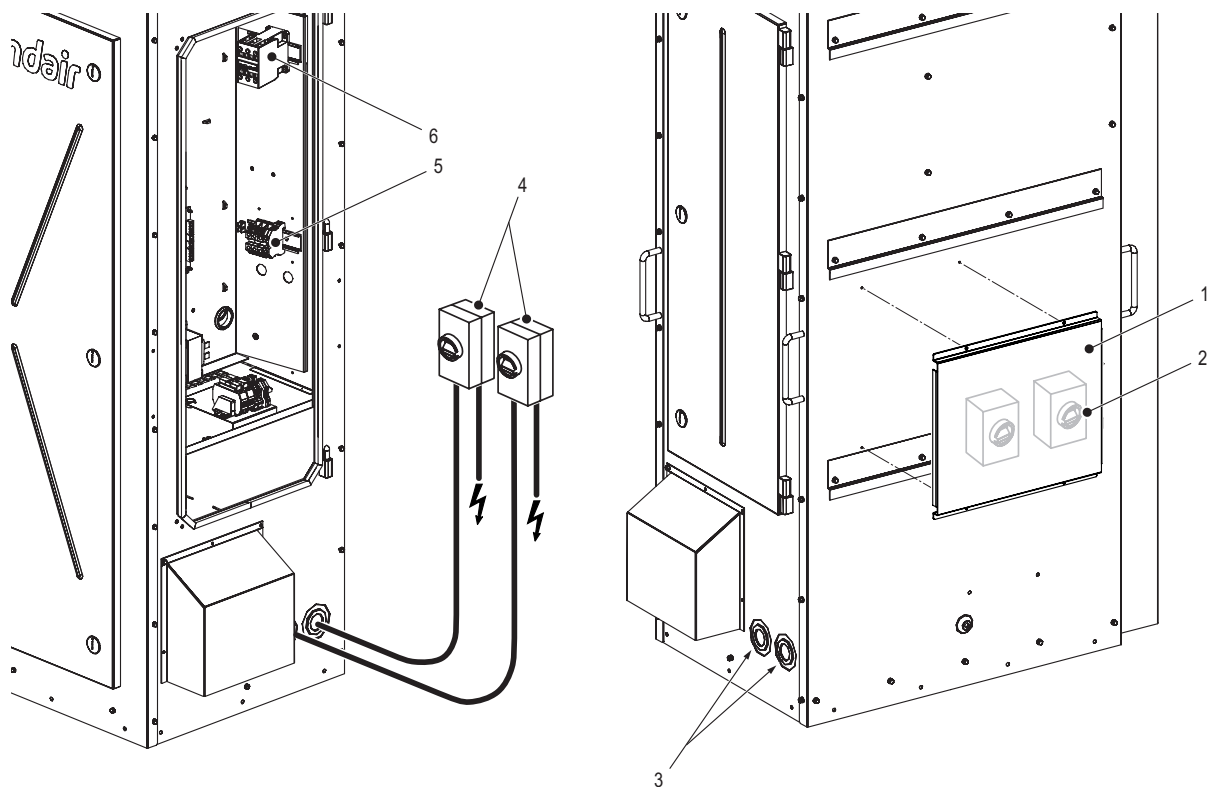

Fig. 15: Branchement électrique de l'humidificateur Condair EL/RS
Lorsqu'il est installé sur le cadre de montage optionnel, un support optionnel peut (en option :DC) peut être installé à l'arrière de l'appareil, où les sectionneur d'alimentation peuvent être montés. Voir Fig. 15.
- Tous les câbles électriques DOIVENT être introduits dans l'appareil par le bas ou par le côté à travers des presse-étoupes avec un indice de protection minimum IP55 (non fournis à la livraison) afin de garantir un indice de protection IP55. Des découpes sont prévues sur le côté et le fond de l'appareil pour permettre le passage des câbles dans l'appareil. Voir Fig. 15.
- Introduisez le câble d'alimentation dans l'armoire électrique et raccordez-le au contacteur principal (K1) - pour plus de détails voir Fig. 15 et Chapitre 5.7.1 ainsi que Chapitre 5.7.2. **Remarque :** Si le bornier optionnel (en option : THV) est utilisé, raccordez le câble d'alimentation au bornier optionnel. Pour plus de détails sur le branchement, reportez-vous aux instructions d'installation du Condair EL/RS.